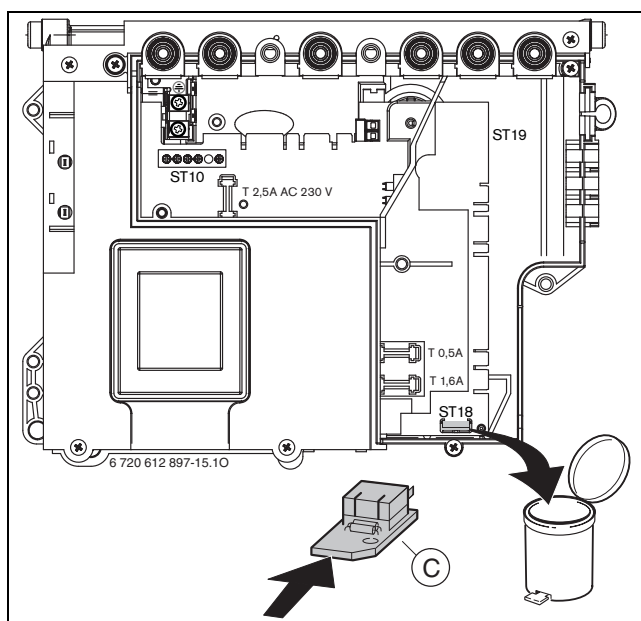

Fig. 50
- ▶ Cambiare la chiave di codifica (→ fig 50).